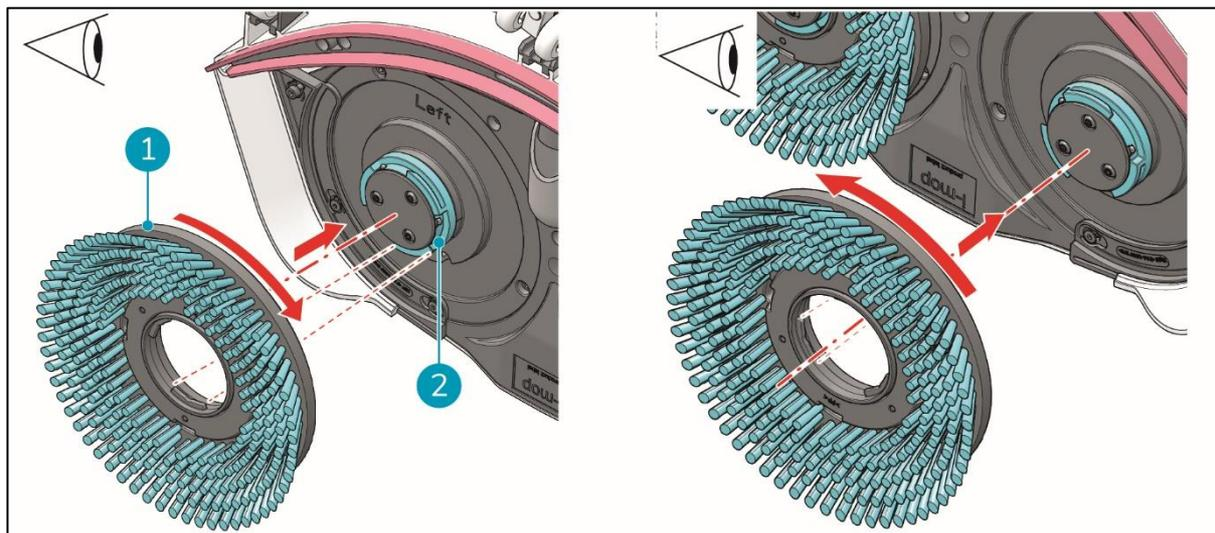

Figura 10
3. Alinhar o pincel esquerdo (Figura 10, pos. 1) com o disco do motor esquerdo (Figura 10, pos. 2). Alinhe os fechos e os recortes na escova e no disco do motor.